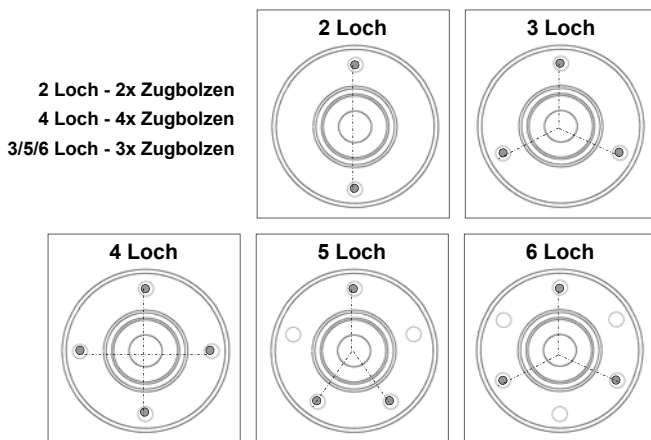

Abb. 2: Gelenkwelle ausbauen.
3. Antrieb in die Lochscheibe einschrauben und Gelenkwelle ausbauen. (**Abb. 2**)